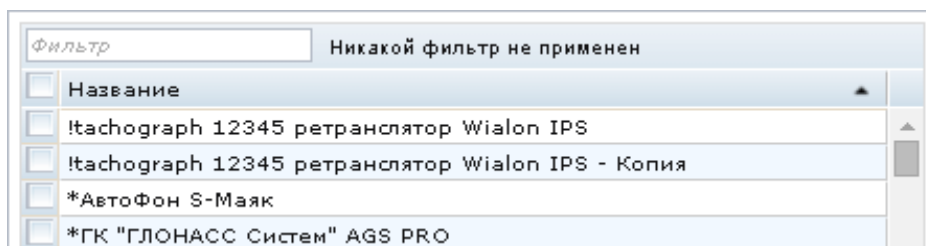

Рис. 5.12. Виды объектов
2. В средней панели выберите объекты, по которым должны быть предоставлены эти данные. Вы можете использовать фильтр объектов или выбрать группу (рисунок 5.12).